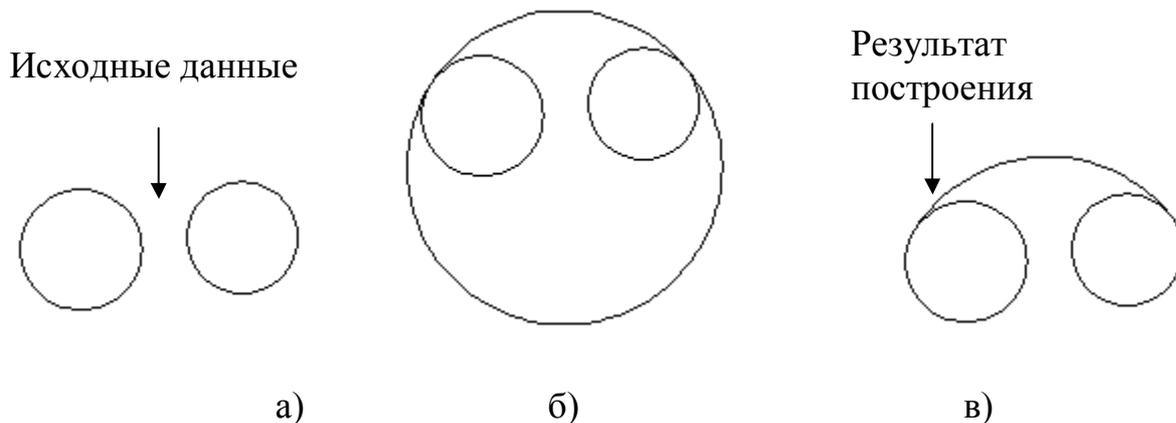

Рис.3.4 Внутреннее сопряжение окружностей
6. Результат построений указан на рис. 3.4б.
7. Часть окружности, лежащую ниже точек сопряжений нужно удалить, используя команду  **Обрежь**. За режущие кромки принять исходные окружности. Окончательный результат показан на рис. 3.4 в.